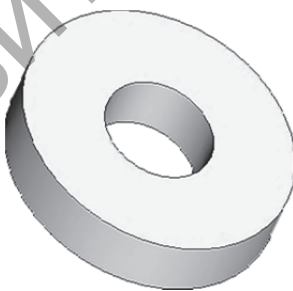

Рисунок 4.4
4. Выберите команду «Выталкивание» и на вкладке параметров установите длину выталкивания **40 мм**. Просмотреть результат выполнения операции можно с помощью кнопки «Предварительный просмотр». Завершите ввод данных командой «Завершить ввод» и закончите операцию. В результате получится модель (рис. 4.4).